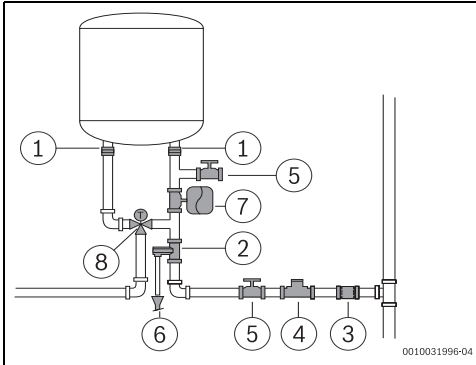

fig. 9
- Rekomandohet instalimi i një valvule termostatike (Fig. 9, [8]) në tubin e daljes së pajisjes nëse përdoren tuba PEX. Ky duhet rregulluar për të përkuar me rendimentin e materialit të përdorur.
- Asnjëherë mos instaloni asnjë aksesori (përveç atyre të treguar në Fig. 9) midis valvulës së çlirimit të presionit dhe hyrjes së ujit të ftohtë (në anën e djathtë) të pajisjes.
- instaloni një reduktues presioni (Fig. 9, [4]). Valvula e çlirimit të presionit do të aktivizohet sa herë që presioni në pajisje është mbi 8 bar (± 1 bar), për të cilën arsye është e nevojshme të planifikohet një mënyrë për shkarkimin e këtij uji.
- instaloni një enë zgjerimi (Fig. 9, [7]) për të ndaluar hapjen e shpeshtë të valvulës së çlirimit të presionit. Ena e zgjerimit të vullmit duhet të jetë e barasvlershme me 5% të vullmit të pajisjes.